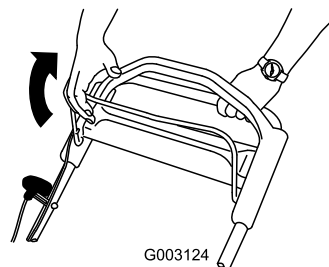

Figure 19
2. Serrez la barre de commande de la lame contre le guidon (Figure 19).